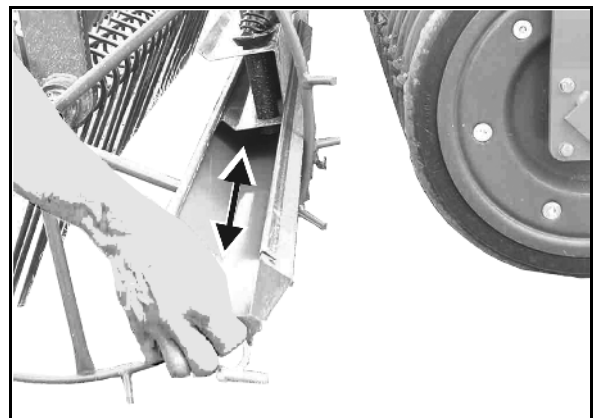

Fig. 28
2. Abdrehmulden links und rechts aus der Auslaufschiene herausziehen und unter die Auslaufschiene (Fig. 28) einschieben.